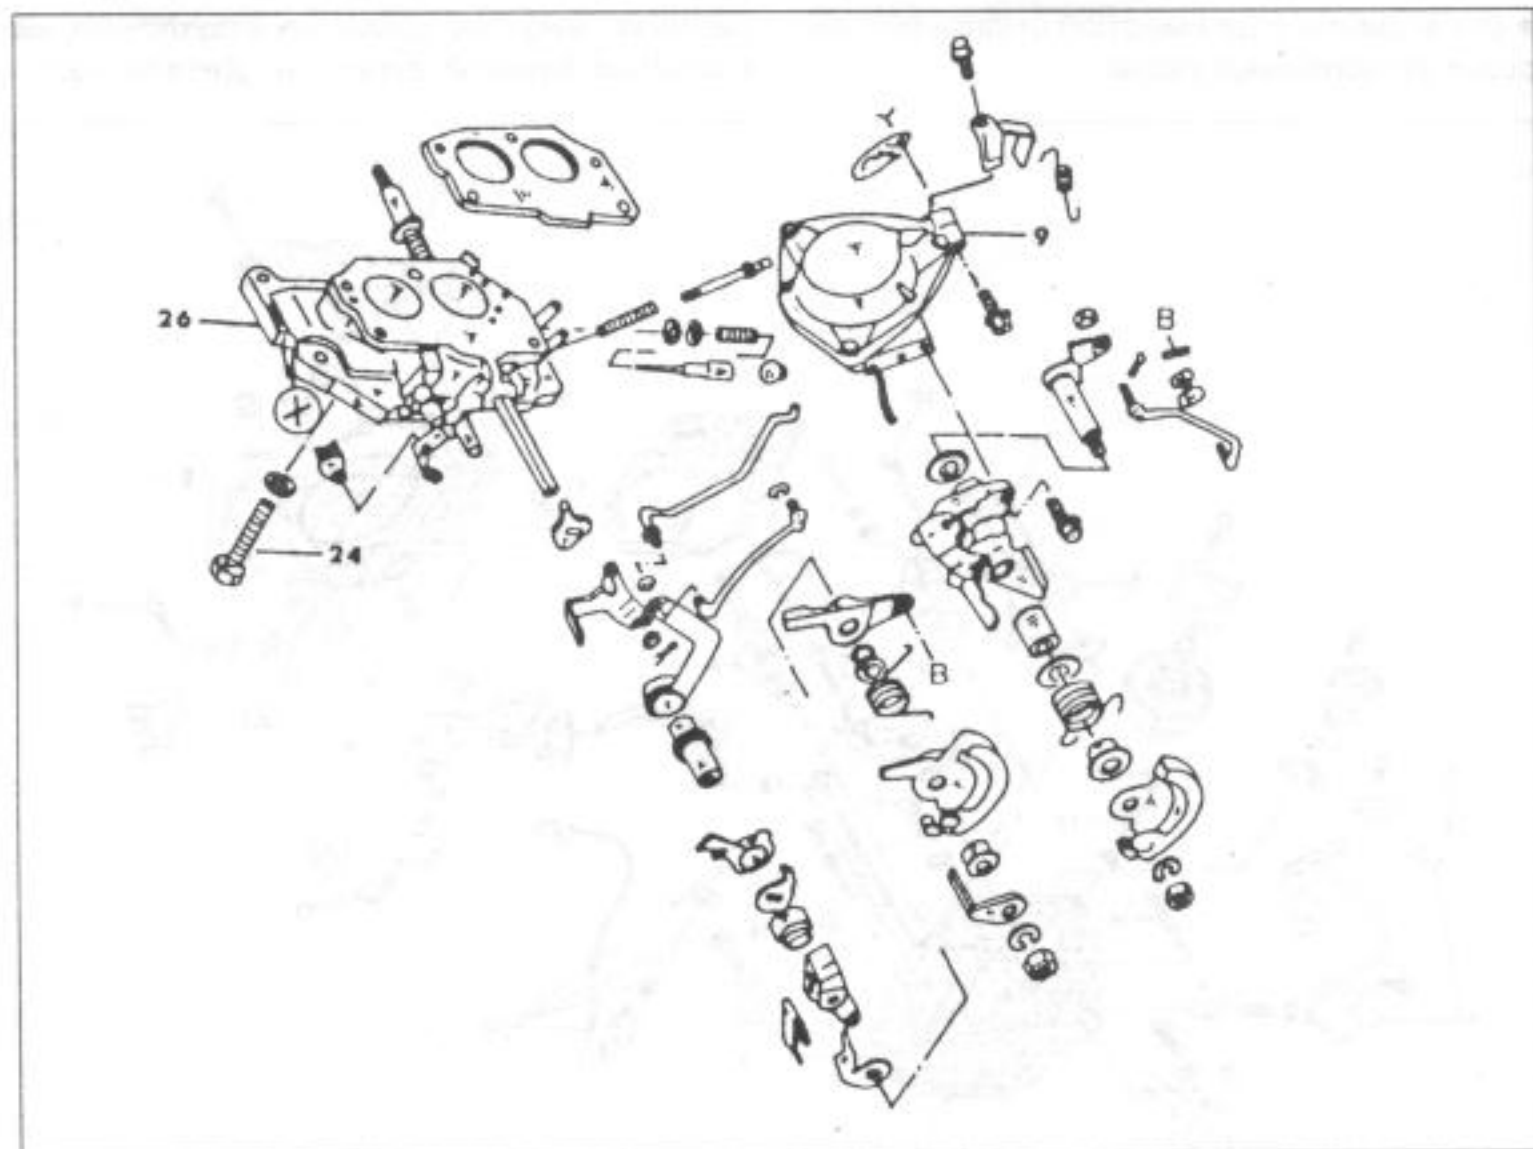

Рис. 129.
• Разобрать детали дроссельной заслонки, пользуясь рис. 129: